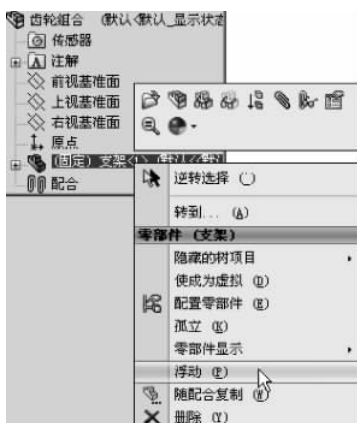

图 3-73 使零件浮动
(3) 在特征树中右击刚刚插入的支架零件,在快捷菜单中选择【浮动】命令,如图3-73所示。